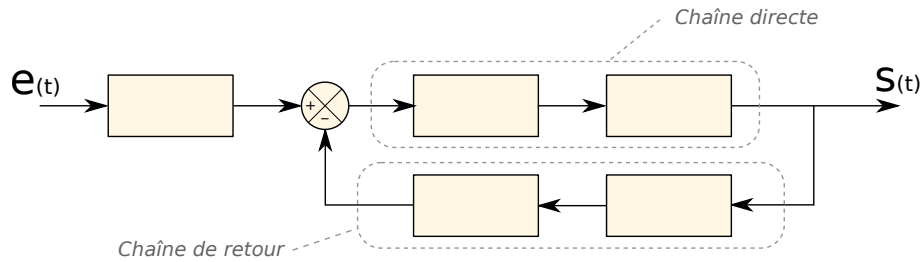

FIGURE 10 – Boucle fermée, composée de la chaîne directe et de la chaîne de retour
• **Boucle fermée :** On parle de boucle fermée lorsque l'une des grandeur est prélevée et réutilisée en amont (fig.10). Dans ce cas, on séparera les blocs en deux groupes :